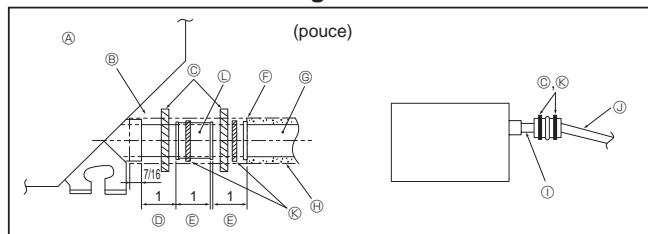

Fig. 3-5
- ⑨ Tube en PVC de O.D. ø32 mm, 1-1/4 pouces
- ⑩ Passage aussi long que possible.
- ⑪ Appareil intérieur
- ⑫ Prévoir un orifice suffisamment grand pour la mise en place groupée des tuyaux.
- ⑬ Pente descendante (1/100 ou plus)
- ⑭ Tube en PVC, Ø38 mm, 1-1/2 pouces pour la mise en place groupée des tuyaux. (isolant de 9 mm, 23/64 pouces ou plus)
- ⑮ Jusqu'à 850 mm, 33-7/16 pouces
- 1 Raccorder la prise d'écoulement (fourni avec l'appareil) au port de drainage. (Fig. 3-5) (Apposer le tube à l'aide de ruban adhésif en PVC puis le fixer avec une sangle.)
- ⑯ Appareil
- ⑰ Matière isolante
- ⑱ Courroie (grands)
- ⑲ Port de drainage (transparent)
- ⑳ Marge d'insertion